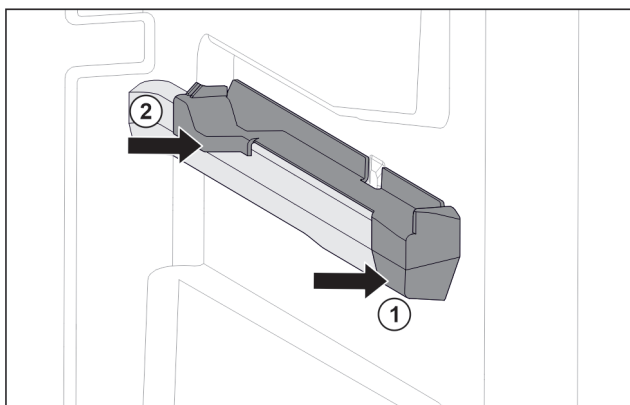

Fig. 63 Insteekelement op rechter containerrib
- ▶ Insteekelement voor tegen containerrib plaatsen. *Fig. 63 (1)*
- ▶ Insteekelement achter aandrukken. *Fig. 63 (2)*